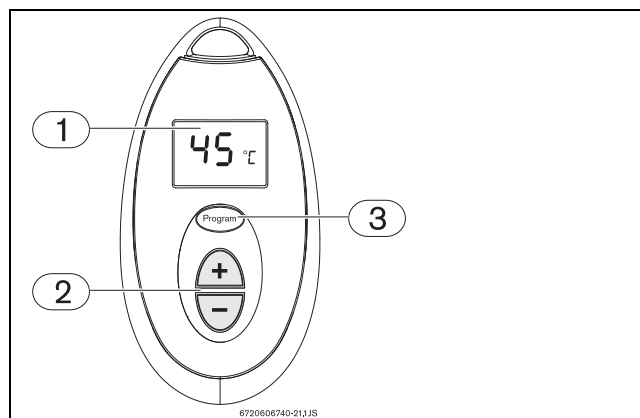

Fig. 7 Memorizzazione della temperatura dell'acqua
- Premere il tasto  o  sul telecomando (Fig. 7, pos. 2) fino a visualizzare la temperatura desiderata sul display del telecomando (Fig. 7, pos. 1).
- Per memorizzare la temperatura selezionata, premere il tasto "Program" sul telecomando (Fig. 7, pos. 3) per circa 3 secondi.